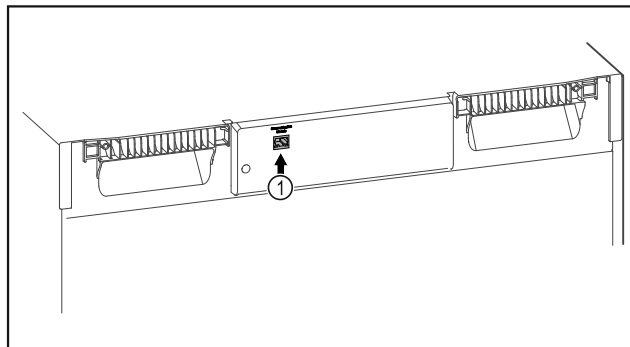

Fig. 114
- Le SmartModule Fig. 114 (1) est installé.